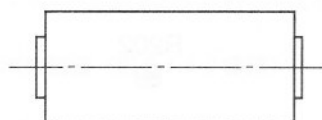

Fig. 5-6
- 4). Gently turn the guide rollers on both sides counterclockwise until the envelope becomes as shown in Fig. 5-6.
- 4). 両側のガイドローラーを互いに少しずつ左側に回し、エンベロープを Fig. 5-6 のような形状にする。
- 5). After the adjustment is complete, eject the tape, then load it again and confirm whether or not the envelope is as shown in Fig. 5-6. If NOT, go back to 1), and perform the adjustment again.
- 5). 調整後、一度テープをEJECTし、再度ローディングを行ないエンベロープが Fig. 5-6 のような形状になっているかを確認する。なっていない場合には、再度 1) 項に戻って調整する。